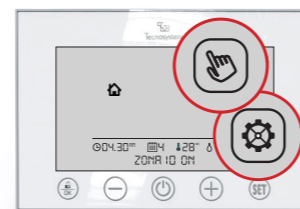

Fig. 9
5.1 Premere il tasto per 3 secondi verificando l'accensione del simbolo e il lampeggio del simbolo (Fig. 9)